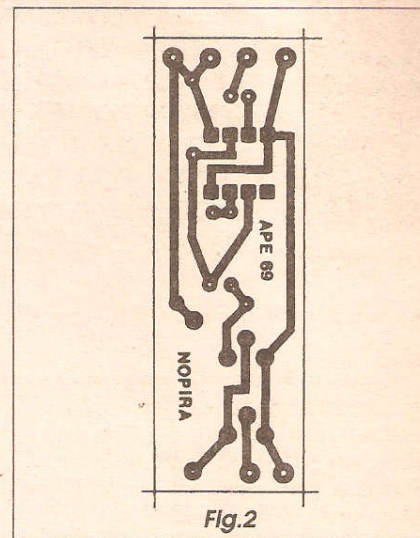

Fig. 2
- FIG. 2 - LAY OUT DO CIRCUITO IMPRESSO ESPECÍFICO - Pequeno e estreito, o *lay out* do padrão cobreado do impresso (cujas ilhas e pistas cobreadas são vistas, na figura, em tamanho natural...) foi propositalmente *expremido* ao máximo, de modo a facilitar a sua instalação *dentro* da *pistola* (seja ela totalmente feita pelo hobbysta, seja improvisada a partir de um brinquedo já existente...). Pela pequena quantidade de componentes, reduzidas dimensões gerais, poucas ilhas e trilhas, o impresso é de fácil confecção, bastando que o leitor/hobbysta execute cada uma das